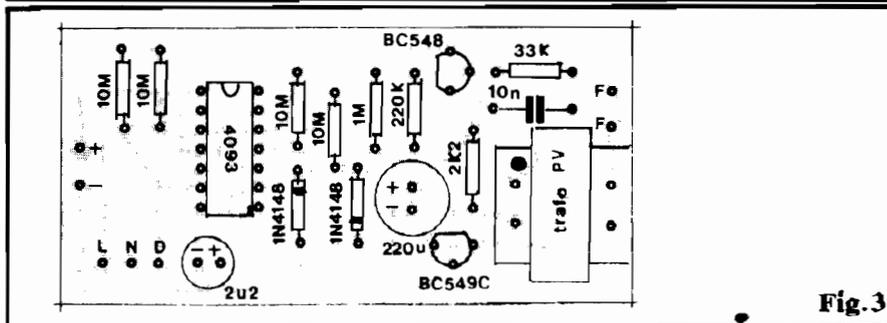

Fig.3
- FIG. 3 - "CHAPEADO" DA MONTAGEM - A placa, agora é vista pelo seu lado não cobreado, todos os principais componentes já posicionados e identificados (quanto aos seus códigos, valores, polaridades, etc.). ATENÇÃO MÁXIMA às colocações do Integrado, transistores, diodos e capacitores eletrolíticos (já que são componentes polarizados, não podendo ser ligados ao circuito em situação diferente da mostrada...). Também o pequeno transformador merece especial atenção no seu posicionamento, devendo o Leitor/Hobbysta notar a identificação do seu primário, codificada pela tal "pinta vermelha" (indicada no "chapeado"...). Notem ainda que as (poucas) conexões externas à placa têm seus pontos de ligação codificados, na forma de ilhas/furos periféricos claramente identificados...